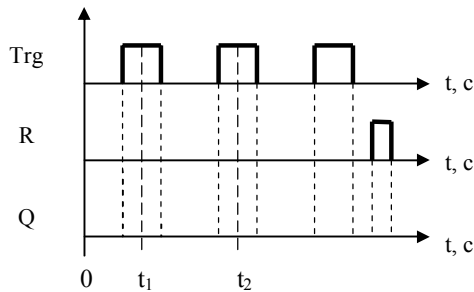

Рис. 14. Временная диаграмма функции Импульсное реле
6. Функция **Импульсное реле**. Сформируйте схему управления, содержащую блок **Импульсное реле**, входы (устанавливающий T_{rg} и сбрасывающий R) и выход. По результатам исследований достройте временную диаграмму блока (рис. 14) и определите состояние выхода в моменты времени t_1 и t_2 .